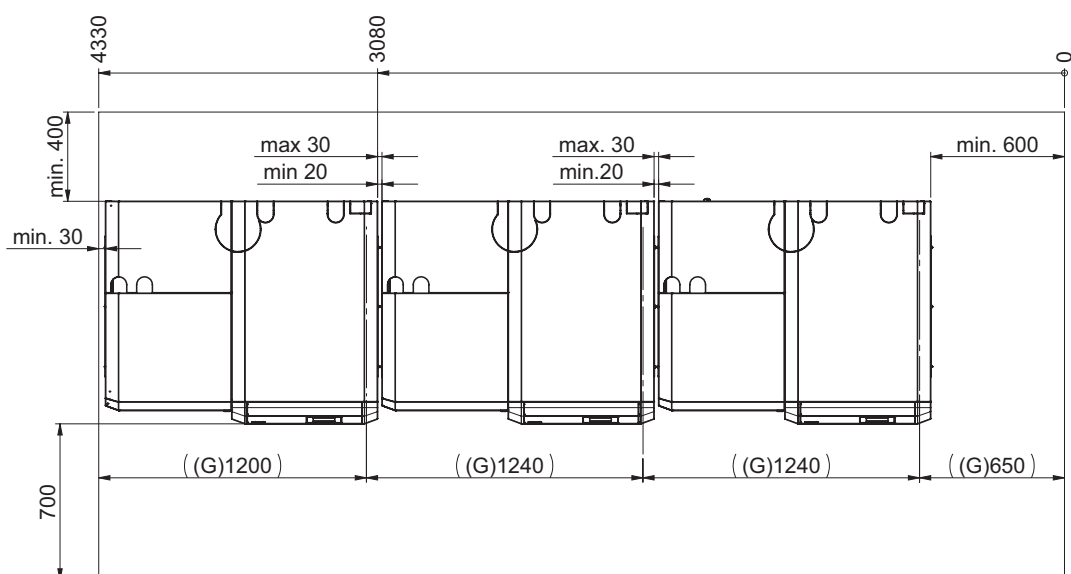

Fig. 19 Pelletskessel Kaskade – Ansicht von oben
- Abstand zueinander mit 20–30 mm – Fig. 19, bei dieser Aufstellung, müssen vor Montage der Seitenwände die Verkleidungsabdeckungen entfernt werden – siehe Pkt 12.14 und Pkt. 12.18.